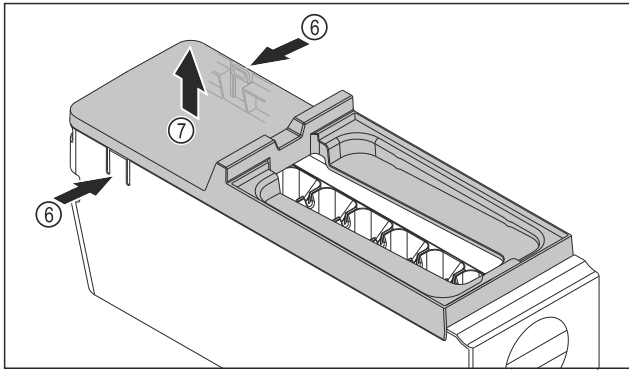

Fig. 88
- ▶ Afdekking van de EasyTwist-Ice-corpus wegnemen: Strips Fig. 88 (6) aan beide zijden van de EasyTwist-Ice-corpus met een hand indrukken.
- ▶ Afdekking Fig. 88 (7) met de andere hand van bovenaf wegnemen.